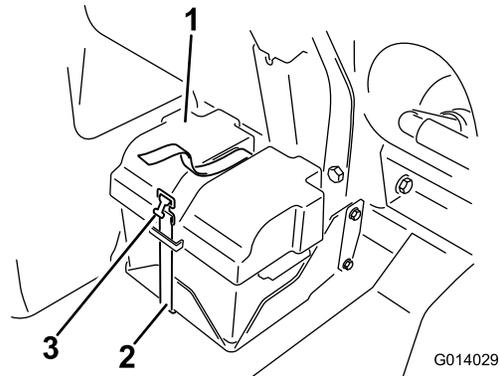

Figura 48
2. Retire la tapa de la batería (Figura 48) y desconecte el cable negativo (negro) de masa del borne de la batería.
3. Instale la cubierta de la batería, sujetándola con la correa que retiró anteriormente (Figura 48).